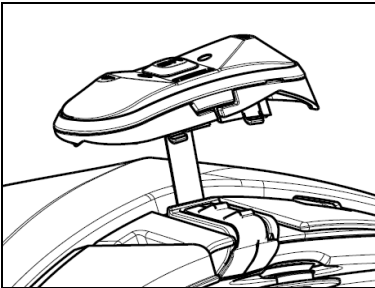

Abb. 16
- Bringen Sie das Kabel im Helminnen an und lassen den linken Befestigungsclip in dem für denselben vorgesehenen Bereich einschnappen (Abb. 16);